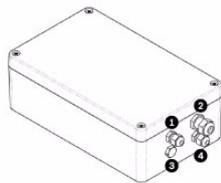

Figura 2.6 Caixa da fonte de alimentação PSU, com buçins identificados
17. Introduza a extremidade não ligada do cabo composto blindado no buçim M16 do canto superior direito (item 2, *Figura 2.6*).
22. Introduza o cabo de saída de vídeo (coaxial) através do bucim M12 no canto superior esquerdo (item 1, *Figura 2.6*). Dobre a extremidade do cabo com um conector de terminal BNC.
24. *Apenas para saída de vídeo dupla para câmaras MIC612* se necessário, retire o passa cabos que tapa o orifício do bucim M12 do canto inferior esquerdo (item 3, *Figura 2.6*). Introduza um segundo cabo da saída de vídeo no bucim e depois ligue o cabo da saída de vídeo ligado à tomada BNC CN3. Este segundo cabo permite controlar o vídeo quer da câmara óptica, quer da câmara térmica. Os utilizadores podem alternar entre as duas câmaras. Consulte o *Manual de instalação da MIC612* para obter mais informações.
25. Introduza o cabo de telemetria no bucim M12 no canto inferior direito (item 4, *Figura 2.6*).
27. *Em fontes de alimentação sem IV para câmaras não térmicas:* se ligar a placas de componentes suplementares [por ex., uma placa para alarmes de 8 entradas mais placa de accionamento da bomba do sistema de lavagem (MIC-ALM) e/ou uma placa Bi-Phase (MIC-BP4)], retire o passa cabos que tapa o orifício do bucim M12 no canto inferior esquerdo (item 3, *Figura 2.6*). Ligue o bucim M12 fornecido. Faça as ligações apropriadas para o terminal plug-in CN2.